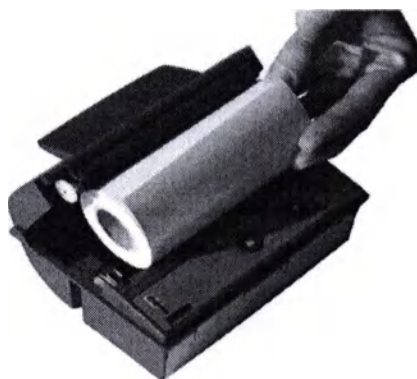

Рисунок 52 Установка рулона бумаги в принтер
- Вставить рулончик бумаги в карман для бумаги, вне чувствительного слоя; конец ленты бумаги длиной приблизительно 10 мм должен быть выведен наружу рисунок 52;